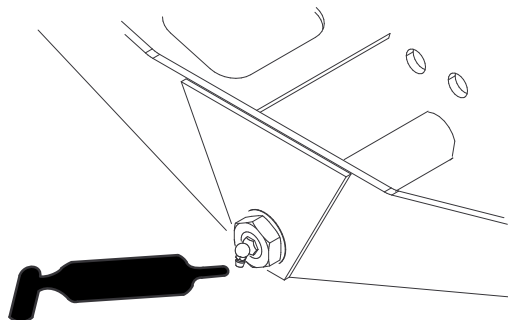

Figura 77
- Pivote de dirección del eje (1) (Figura 77)